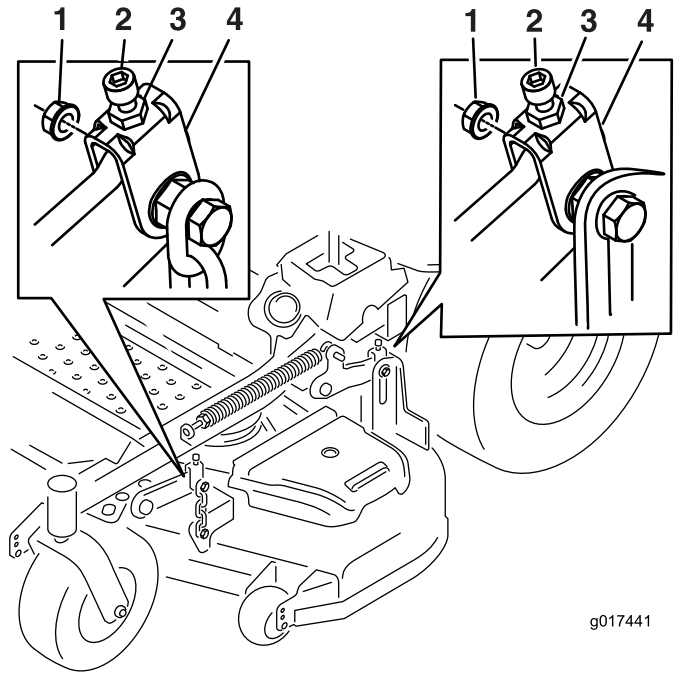

図 78
- 10. 必要であれば、ヨーク側面についているウイズロックナットと上部のジャムナットをゆるめる図 78。
17. 所定の高さ 83 mm が達成されるように調整ねじを使って微調整を行う 図 78。